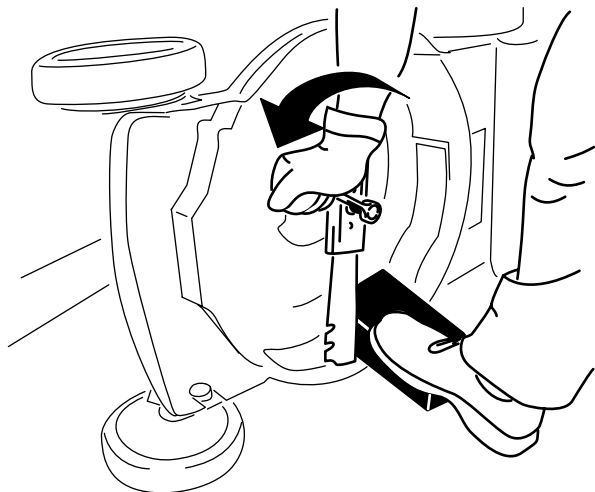

図 25
3. 角材などを使ってブレードをしっかりと保持する 図 25。
4. ブレードを取り外す。外したボルト類はすべて保管する 図 25。